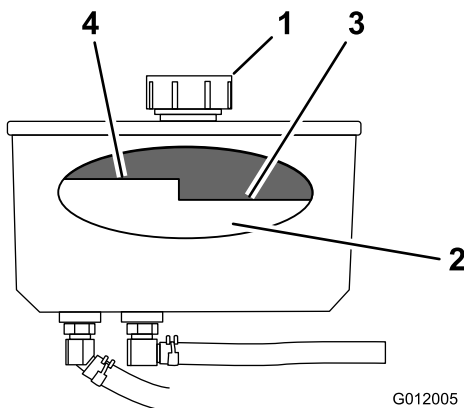

Bild 73
4. Reinigen Sie den Bereich um den Deckel und den Einfüllstutzen des Hydraulikölbehälters (Bild 73).
5. Drehen Sie den Deckel vom Einfüllstutzen ab (Bild 73).
Hinweis: Der Füllstand sollte bei heißem Öl unterhalb der Oberkante der heißen Einfüllmarkierung der Zwischenplatte sein (Bild 73).